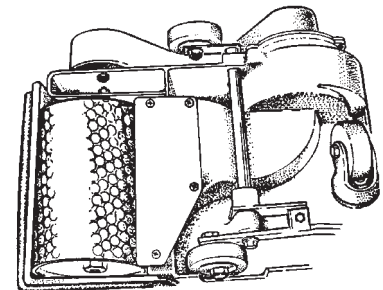

Figura 6b
5. Alinee la zapata para el polvo con el tambor y ajuste los tornillos. Consulte la figura 6b.